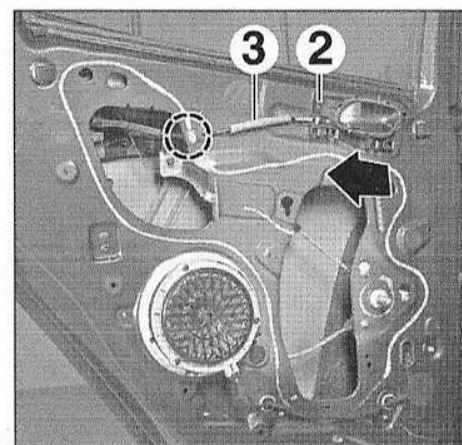

FIG.97
- Dégrafer (Fig.97) :
- la commande d'ouverture intérieure (2),
- le câble d'ouverture (3).